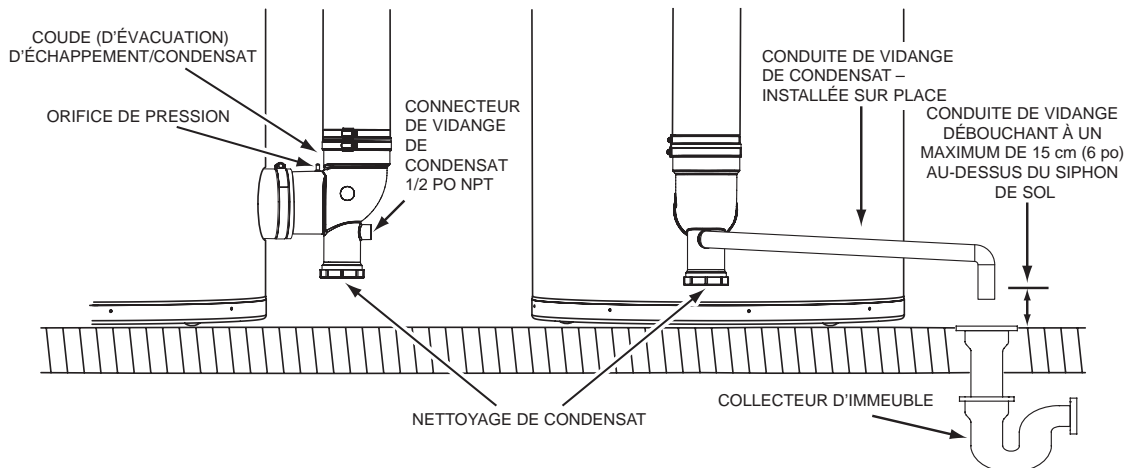

Figure 37. Installation de la vidange de condensat
2. Installer une conduite de vidange de condensat de 1/2 po en PVC entre le raccord de vidange de condensat sur le coude d'évacuation/condensat et un collecteur d'immeuble adéquat. La conduite de condensat doit être inclinée vers un collecteur ouvert. Voir *Figure 37*.
3. Terminer la tuyauterie de vidange de condensat par un coude au-dessus du collecteur. S'assurer que toute décharge sort de la conduite de vidange de condensat à moins de 15,2 cm (6 po) au-dessus d'un collecteur d'immeuble adéquat, ou à l'extérieur du bâtiment. Voir *Figure 37*.
4. S'assurer que le tuyau de vidange du condensat n'est pas élevé au-dessus du connecteur de vidange de condensat sur le coude d'évacuation/condensat. Voir *Figure 37*.